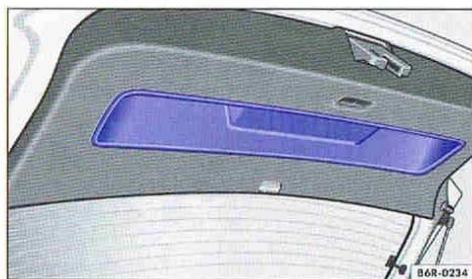

Fig. 21 Hayon ouvert : poignées concaves pour la fermeture
- Saisissez la poignée concave dans le revêtement intérieur du hayon ⇒ fig. 21.